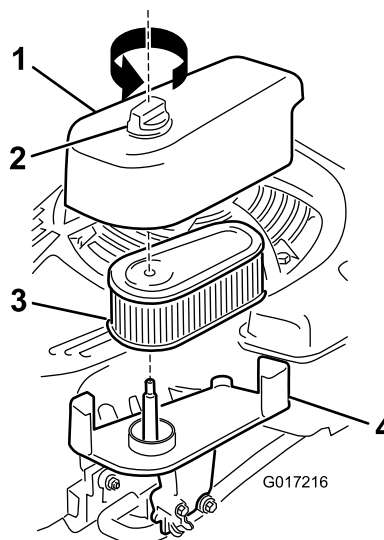

Figura 29
1. Allentate il fermo e rimuovete il coperchio del filtro dell'aria (Figura 29).